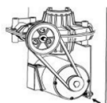

Fig 21
- Rimuovere il coperchio laterale sinistro svitando le viti; regolare le due viti poste sulla staffa del motore, mantenendo una distanza adeguata tra la staffa del motore e la base del motore; stringere le viti per tendere la cinghia. (Fig. 21)